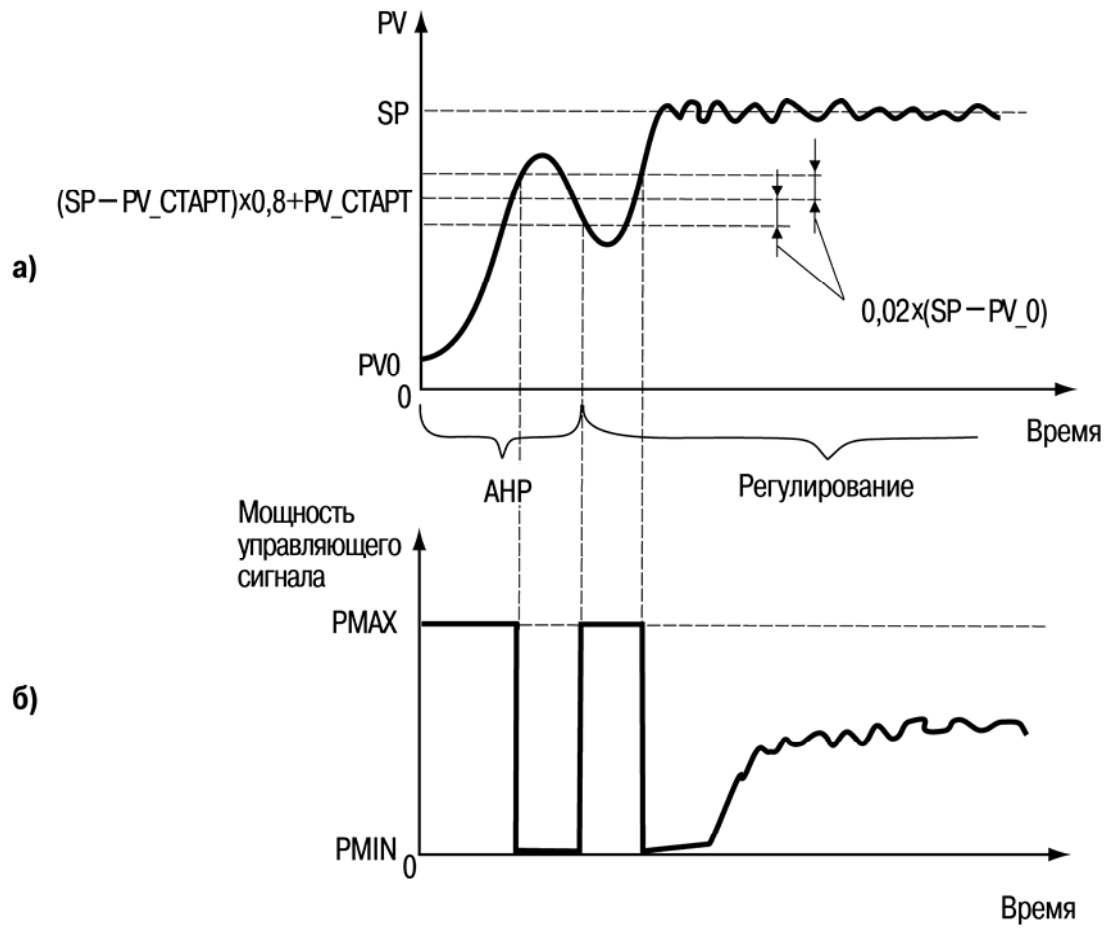
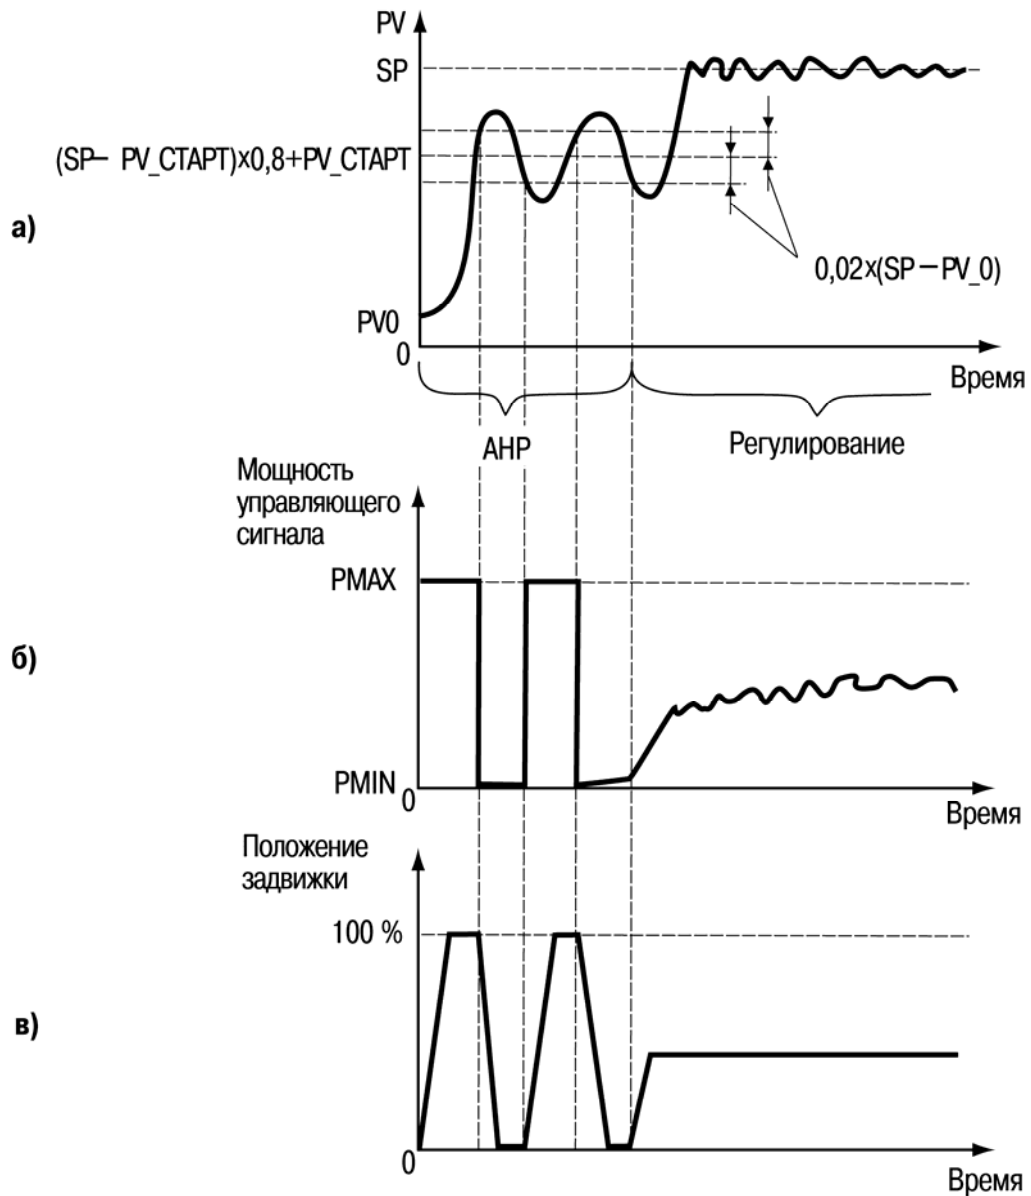

Рисунок 2.2 – Графики изменения значения регулируемого параметра (а) и мощности управляющего сигнала (б)
Рисунок 2.3 – Графики изменения значения регулируемого параметра (а), мощности управляющего сигнала (б) и положения задвижки (в)
8. В алгоритме заложены режимы: АВТОНАСТРОЙКА, РЕГУЛИРОВАНИЕ и РУЧНОЕ УПРАВЛЕНИЕ (ручное управление мощностью управляющего сигнала регулятора). В блоке $APID_PWM$ происходит автонастройка по одному колебанию (рисунок 2.2), в блоке $APID_PWM_W2$ по двум колебаниям (рисунок 2.3). На рис. уставка автонастройки = $(SP - PV_старт) \times (0,8) + PV_старт$ – уставка автонастройки. $0.02 \times (SP - PV_0)$ – зона колебаний, откладываемая от уставки автонастройки в обе стороны. При пересечении зоны колебаний осуществляется изменение выходного сигнала с $Pmin$ на $Pmax$ и с $Pmax$ на $Pmin$ (см. рис 2.3 и 2.2) $pv_старт$ – значение регулируемой величины на момент запуска АНР, pv_0 значение, подаваемое на вход $PV0$ ФБ.
5. В алгоритме заложены режимы: АВТОНАСТРОЙКА, РЕГУЛИРОВАНИЕ. В блоке происходит автонастройка по двум колебаниям (рисунок 2.3). На рис. уставка автонастройки = $(SP-PV_{\text{старт}}) \times (0,8) + PV_{\text{старт}}$ – уставка автонастройки. $0,02 \times (SP-PV_0)$ – зона колебаний, откладываемая от уставки автонастройки в обе стороны. При пересечении зоны колебаний осуществляется изменение выходного сигнала с *Pmin* на *Pmax* и с *Pmax* на *Pmin* (см. рис 2.3) *rv_старт* – значение регулируемой величины на момент запуска АНР, *rv_0* значение, подаваемое на вход *PV0* ФБ.